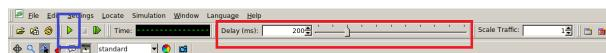
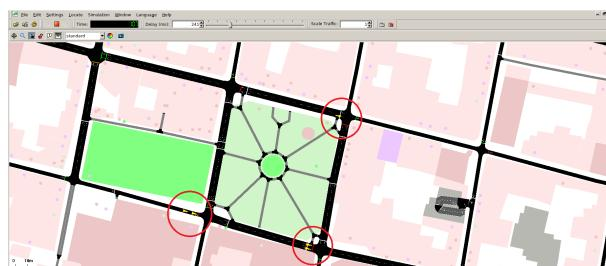

Figure 1.7: Controles de la velocidad de simulación.
Figure 1.8: Simulación en marcha desde la interfaz gráfica de SUMO.
4. Finalmente, para ejecutar la simulación consideraremos la velocidad de simulación en la parte superior (recuadro rojo de la Fig. 1.7). Luego, es necesario dar clic en la opción *Run* (recuadro azul de la Fig. 1.7) y la simulación estará en marcha (ver Fig. 1.8).